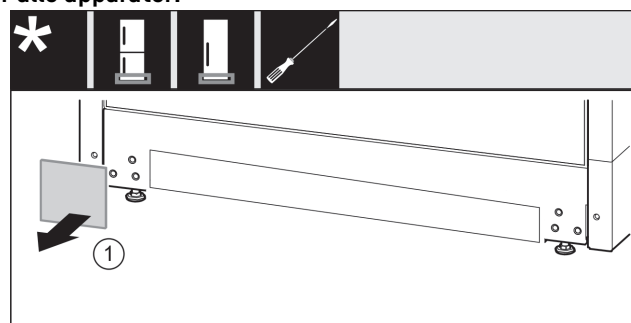

Fig. 36
- Tag afdækningen Fig. 36 (1) af.